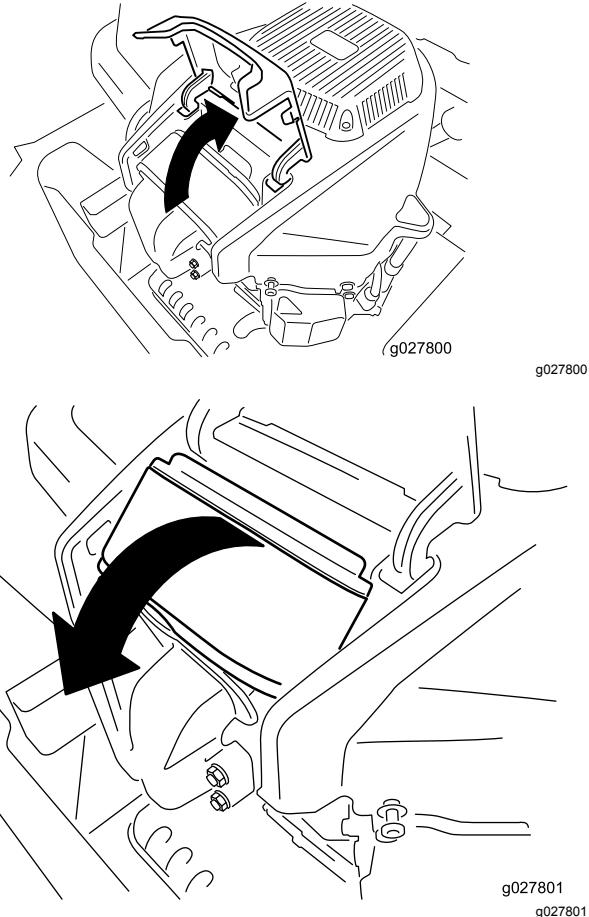

Figure 35
- Soulevez le couvercle et dévissez le filtre à air pour le déposer du moteur (Figure 35).